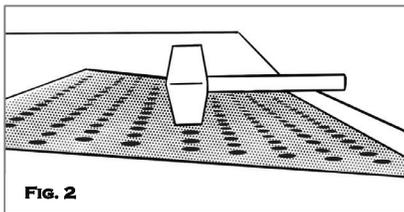

Fig. 2
3. Usando un mazo de goma, pulse toda la superficie de la baldosa, asegurando la consolidación alrededor de los anclajes. (Fig. 2)